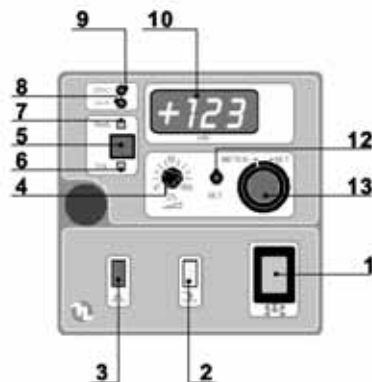

Fig. 29
11.4 - COMANDI POMPA DLS-RX (Fig. 29)